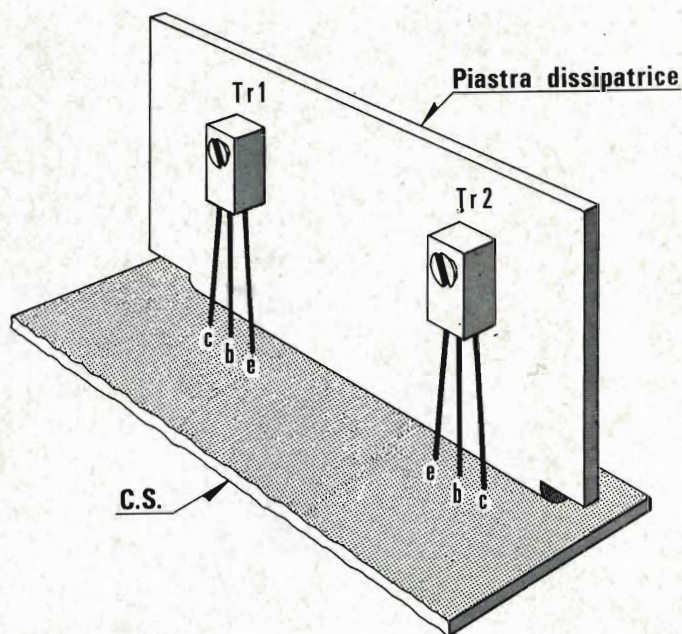

Fig. 4 - Montaggio dei transistor TR1 e TR2.
- Montare i transistor TR1 e TR2 sulla piastra dissipatrice come indica la fig. 4 avendo cura di calzare su ognuno dei rispettivi terminali mm 25 di tubetto in vipla che deve essere rosso per il collettore, nero per la base, e bianco per l'emettitore, in modo che fissando con le relative viti la piastra dissipatrice venga facilitata l'inserzione dei terminali sulla basetta c.s. come indica la citata fig. 4.